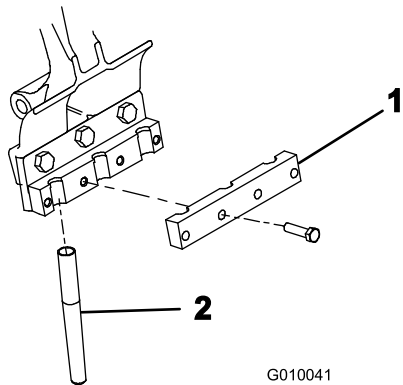

图24
5. 用4个螺栓3/8 x 1-1/2英寸将打孔针夹具松松地固定到各个打孔针夹头上图24。切勿将螺栓拧得过紧。